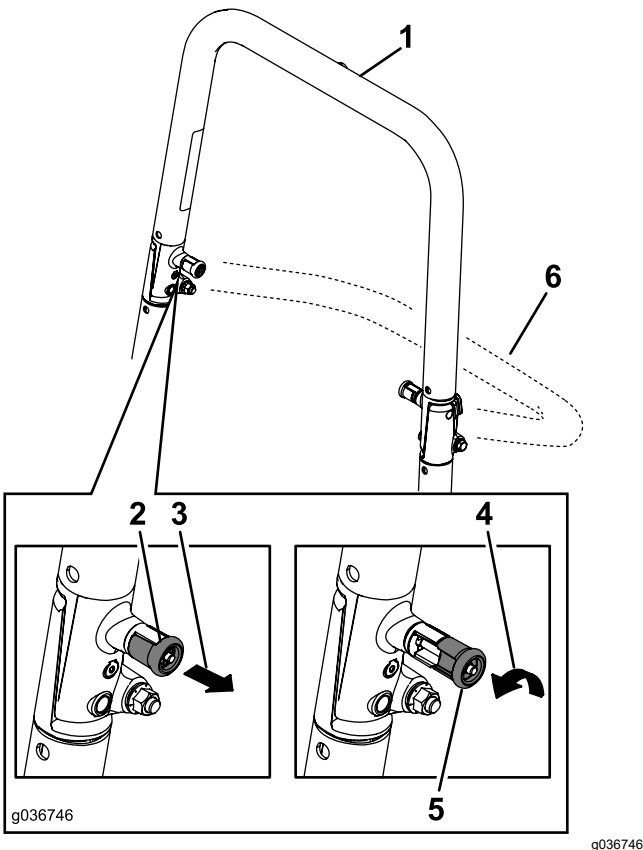

Figura 11
2. Tire de ambos pomos hacia fuera y gírelos 90 grados para desengranarlos (Figura 11).
3. Baje la barra antivuelco (Figura 11).
1. Eleve la barra anti-vuelco a la posición de trabajo y gire los pomos hasta que se introduzcan parcialmente en las ranuras (Figura 11).
2. Eleve la barra antivuelco a la posición vertical, presionando sobre la parte superior de la misma; las clavijas encajarán en cuanto se alineen con los orificios (Figura 11).